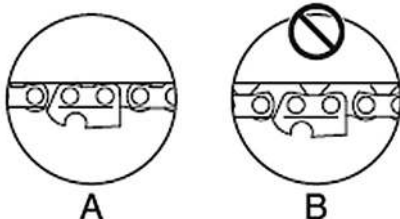

Рис. 5 Положение цепи на нижней части шины
- Вращайте шестерню натяжителя цепи до тех пор, пока цепь не будет плотно прилегать к нижней части шины (Рис. 5А).